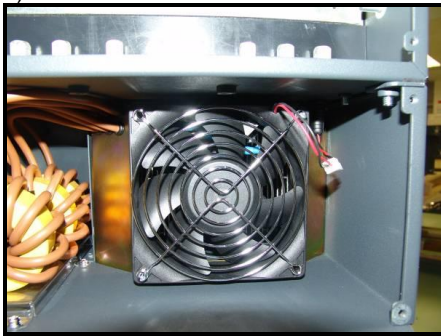

Figura 7.2.25
- 3) Retirar los 2 tornillos **M4x45** DIN-84 que fijan el ventilador al montante (ver figura 7.2.25).